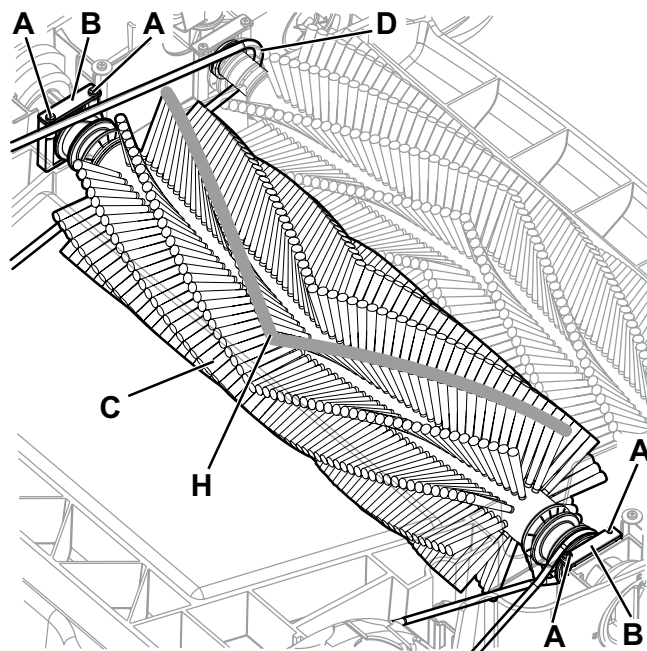

Figure 1
2. Dévisser les vis (A, Fig. 1) et extraire les supports (B) avec le balai central (C).
- Monter le balai central en orientant les poils comme indiqué (H, Fig. 1).
- Vérifier que la courroie de transmission longue soit positionnée correctement (D, Fig. 1).
- Tourner les 2 poignées (7) sur la position 1.